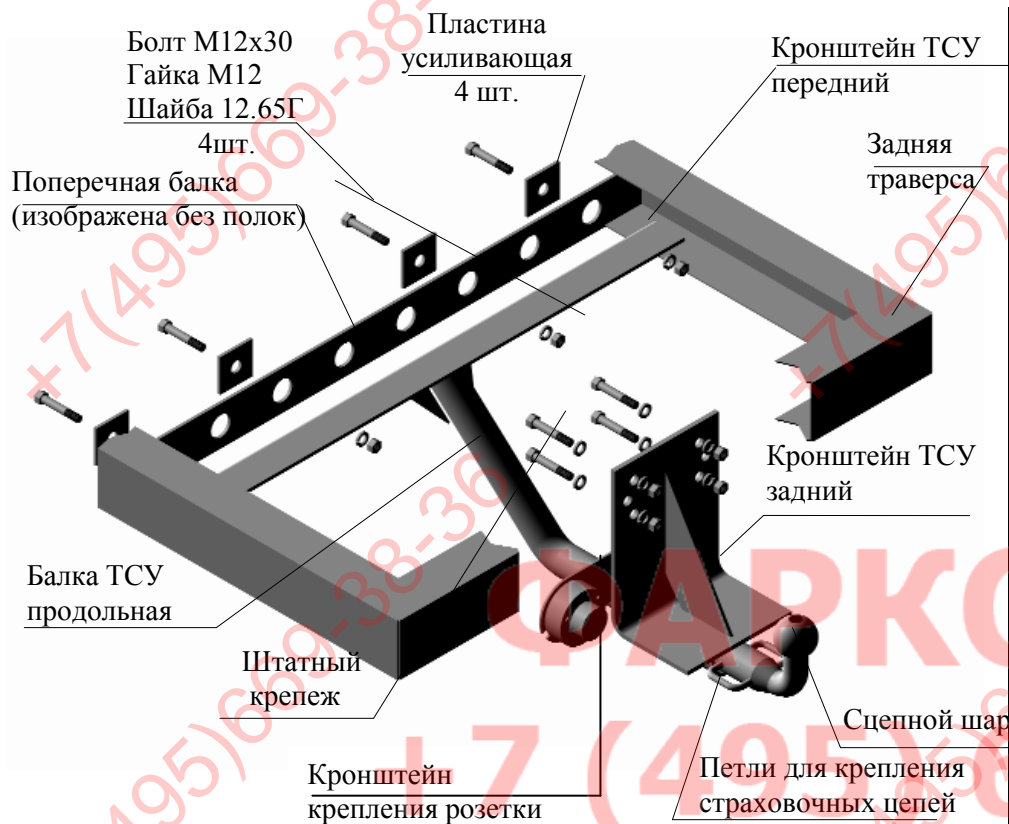

РИС.1 Тягово-сцепное устройство ТСУ 469
2.1 ТСУ 469 в сборе (рис.1)	1 шт.
2.2 Пакет с комплектующими (см. рис.1)	1 шт.
4.3 Закрепить передний кронштейн ТСУ четырьмя болтами М12х30 на поперечной балке автомобиля в соответствии с рис.1, используя существующие технологические отверстия. Расположить усиливающие пластины между поперечной балкой автомобиля и головками болтов, а шайбы 12.65Г между гайками и передним кронштейном автомобиля.